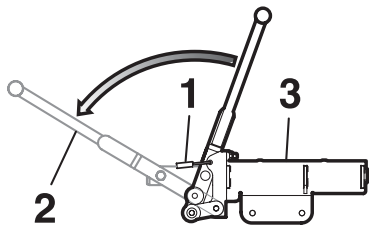

Fig. 22
- Levare il lucchetto (1).
- Spingere completamente verso l'esterno la leva manuale (2) sul dispositivo di attivazione (3) (forte pressione). (fig. 22)